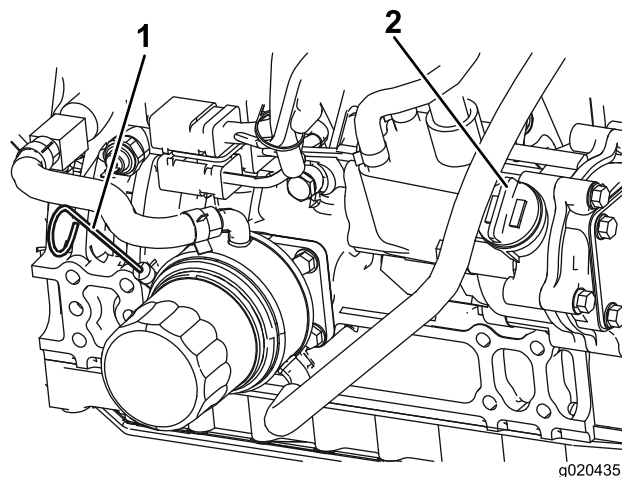

図 12
オイル量が安全レンジ内にあればよい 図 12。
4. 不足している場合は、キャップ 図 12 を取り、Full 位置までオイルを補給する。入れすぎないでください。